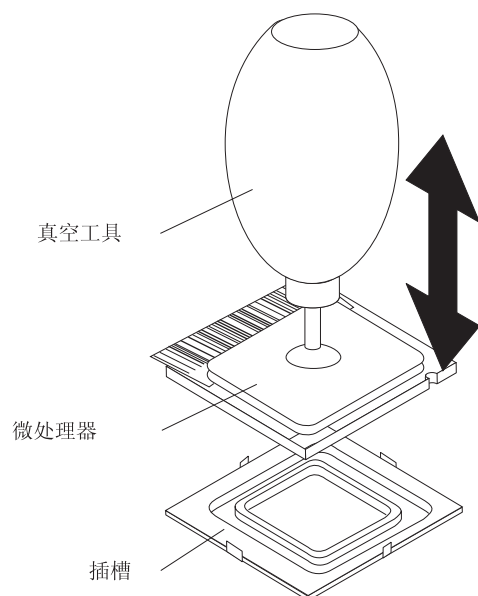

图 56. 卸下微处理器
11. 使用真空工具通过以下步骤卸下微处理器（请参阅图 56）。